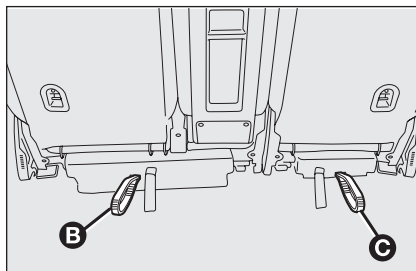

fig. 111
Il sedile posteriore è sdoppiato. È inoltre possibile spostare in senso longitudinale i sedili posteriori agendo dal vano bagagli mediante l'utilizzo delle maniglie **B** o **C** - **fig. 111**; tirare la maniglia e contemporaneamente spostare in avanti i sedili. Questa operazione risulta utile per aumentare la capacità di carico del vano bagagli stesso.
- assicurarsi che i sedili siano in posizione tutto indietro tramite le maniglie **B** o **C**-fig. 111;